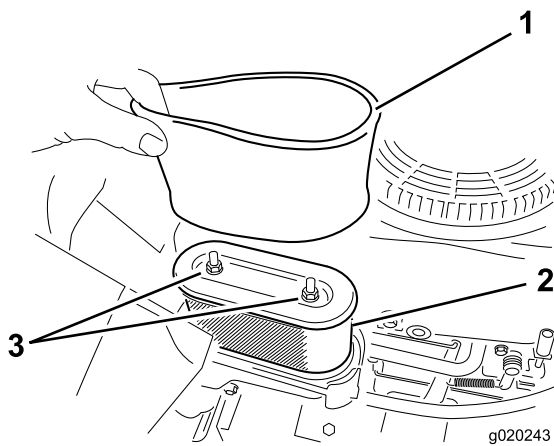

Figura 32
5. Cuidadosamente, retire os elementos de espuma e de papel da caixa do filtro de ar (Figura 32).
1. Coloque o filtro de esponja no filtro de papel (Figura 32).